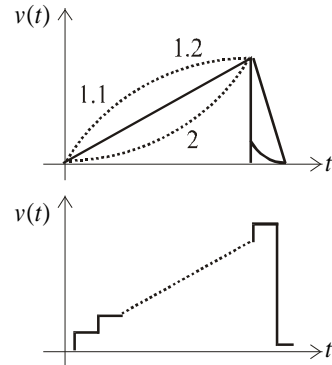

fig. 14.1
1. În TV de înaltă definiție numărul de linii pe verticală este 625 iar pe orizontală de 31.000. Turul de electroni trimite electroni pe orizontală (baleiaje pe orizontală). Acestea sunt reprezentate în fig.14.1. unde liniaritatea este importantă pentru trecerea normală la următorul punct.